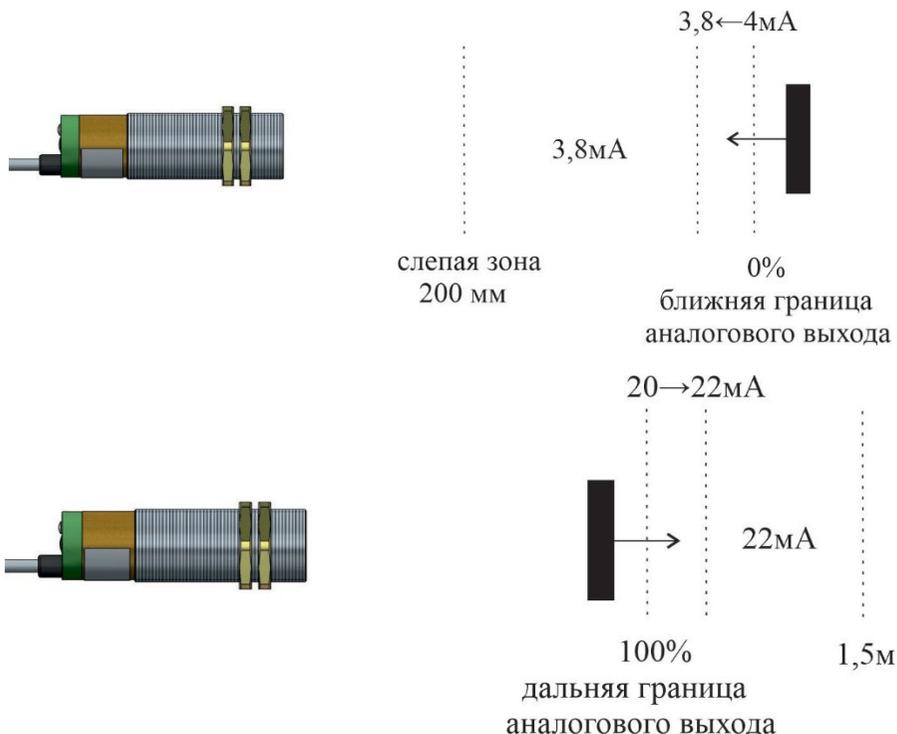

Рисунок 6 - Значения выходного тока при расположении объекта перед ближней или за дальней границей
2.7 В случае, когда объект выходит за пределы запрограммированной зоны чувствительности (ближе 0% или дальше 100%), выходной ток не опустится ниже $3,8 \text{mA}$ и не поднимется выше 22mA (см. Рисунок 6).